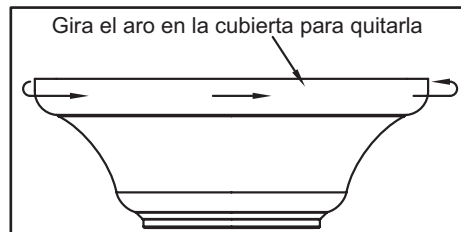

Figura 5
1. Retira el aro en la cubierta, girando a la derecha hasta destrabarlo (Figura 5).
- Retira el aro en la cubierta, girando a la derecha hasta destrabarlo (Figura 5).